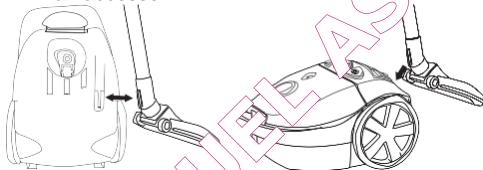

Figura 10 Parcheggiamento dell'aspirapolvere
1. Non appena l'indicatore "sacchetto pieno" diviene completamente rosso, è necessario sostituire immediatamente il sacchetto; vedere figura 10.